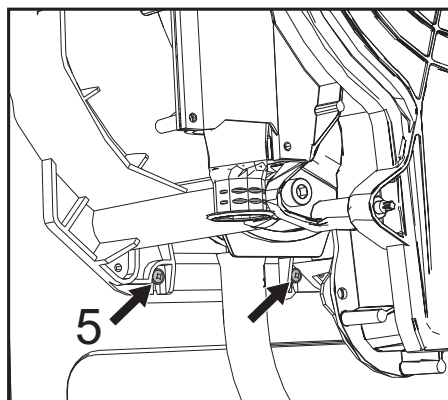

fig. 63
- Slăbiți cele 2 șuruburi **inferioare „5”** de fixare a schimbătorului de cadru (fig. 63)